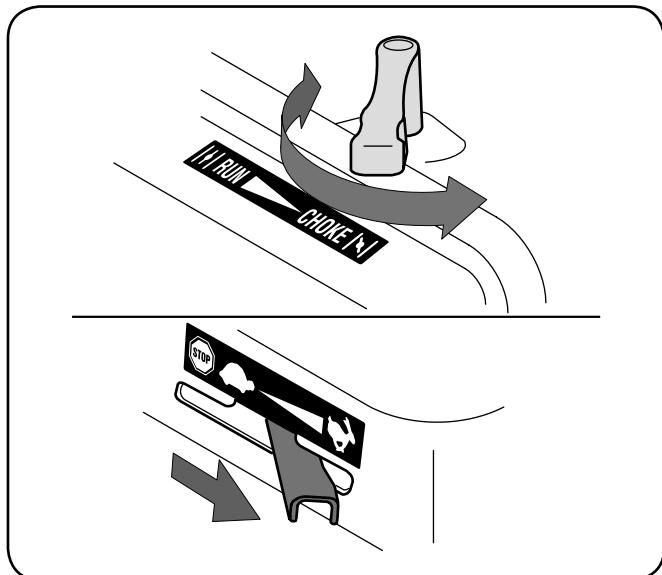

Рис. 5-1
3. При наличии системы холодного запуска переведите ее рукоятку в положение «CHOKE» [Обогатитель]. См. рис. 5-1. Если измельчитель оборудован насосом подкачки, подкачайте топливо в двигатель согласно указаниям руководства по эксплуатации.
4. При наличии рукоятки управления дроссельной заслонкой переведите ее в положение «FAST». См. рис. 5-1.